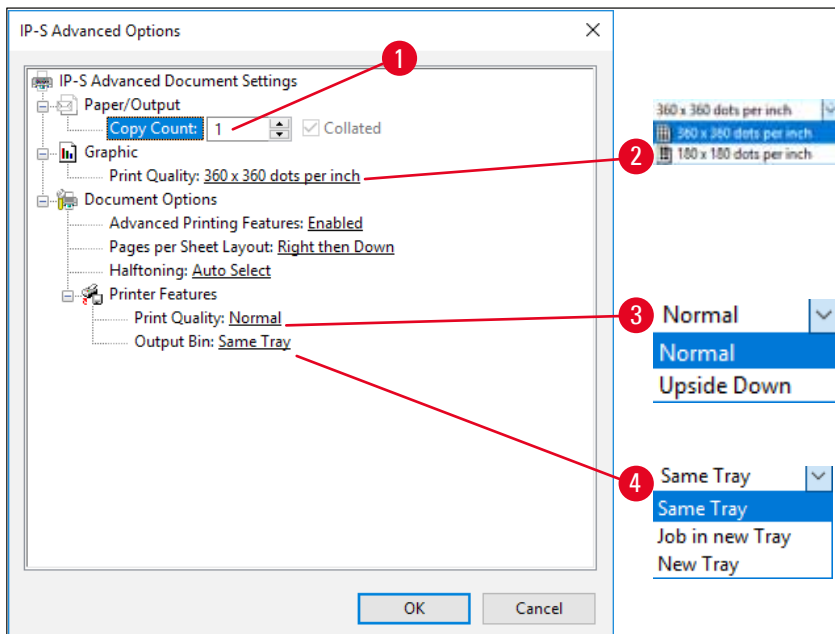

Fig. 43
**A caixa de diálogo Advanced Options (→ "Fig. 43")**